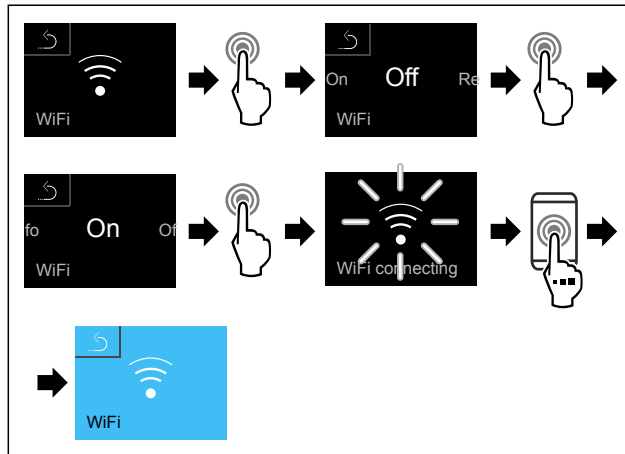

Fig. 96
- ▶ Suorita toimenpidevaiheet (katso Fig. 96).